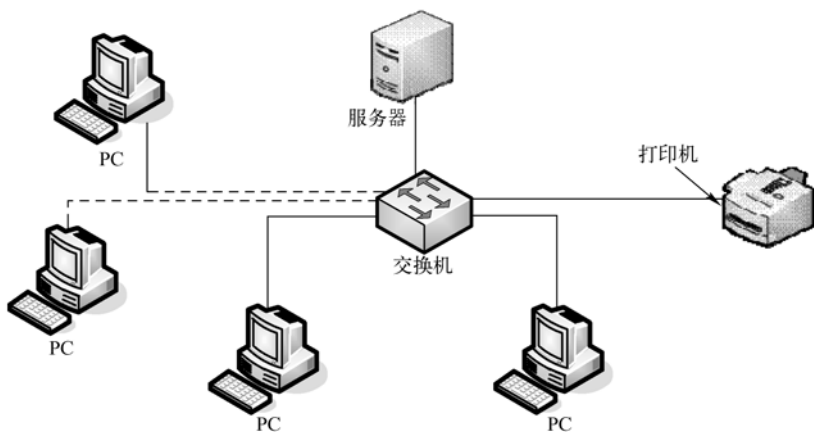

图 7-44 网络打印机示意图
(1) 网络打印和共享打印的差异：网络打印不仅是共享打印，更重要的是打印机本身可以作为网络的一个节点而存在，而不像共享打印机那样作为计算机的外设附加在计算机端口上。虽然两者都有共享属性，但共享打印模式下打印机只是作为一个计算机的外设提供给其他用户使用，而网络打印则是把计算机作为网络中的一个节点，与其他计算机处于同等地位。网络打印机示意图如图 7-44 所示。
(2) 网络打印机的安装。